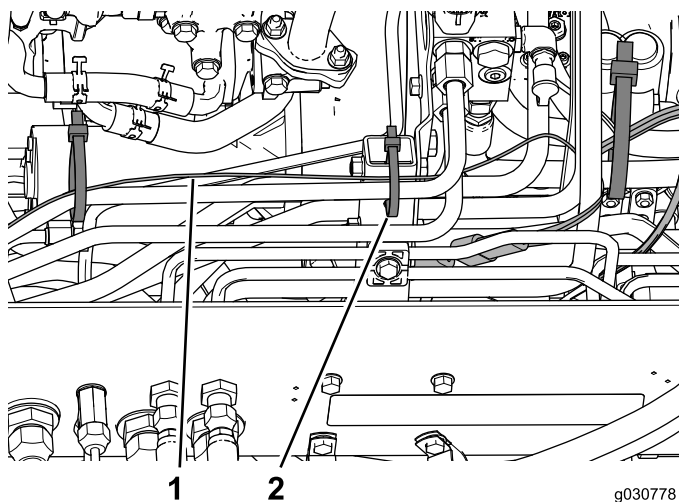
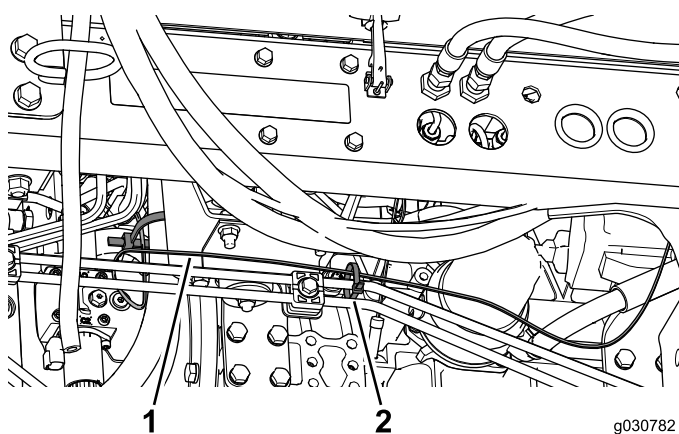

Figure 51
Figure 52
5. Utilisez des serre-câbles pour attacher le faisceau aux flexibles hydrauliques et aux conduits rigides, comme montré à la Figure 51 et la Figure 52.